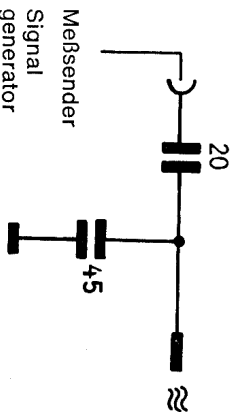

Fig. 9
- 7.6 Beim AM-Abgleich künstliche Antenne, Fig. 9, verwenden.
- 7.6 For AM alignment use dummy antenna, see fig. 9.